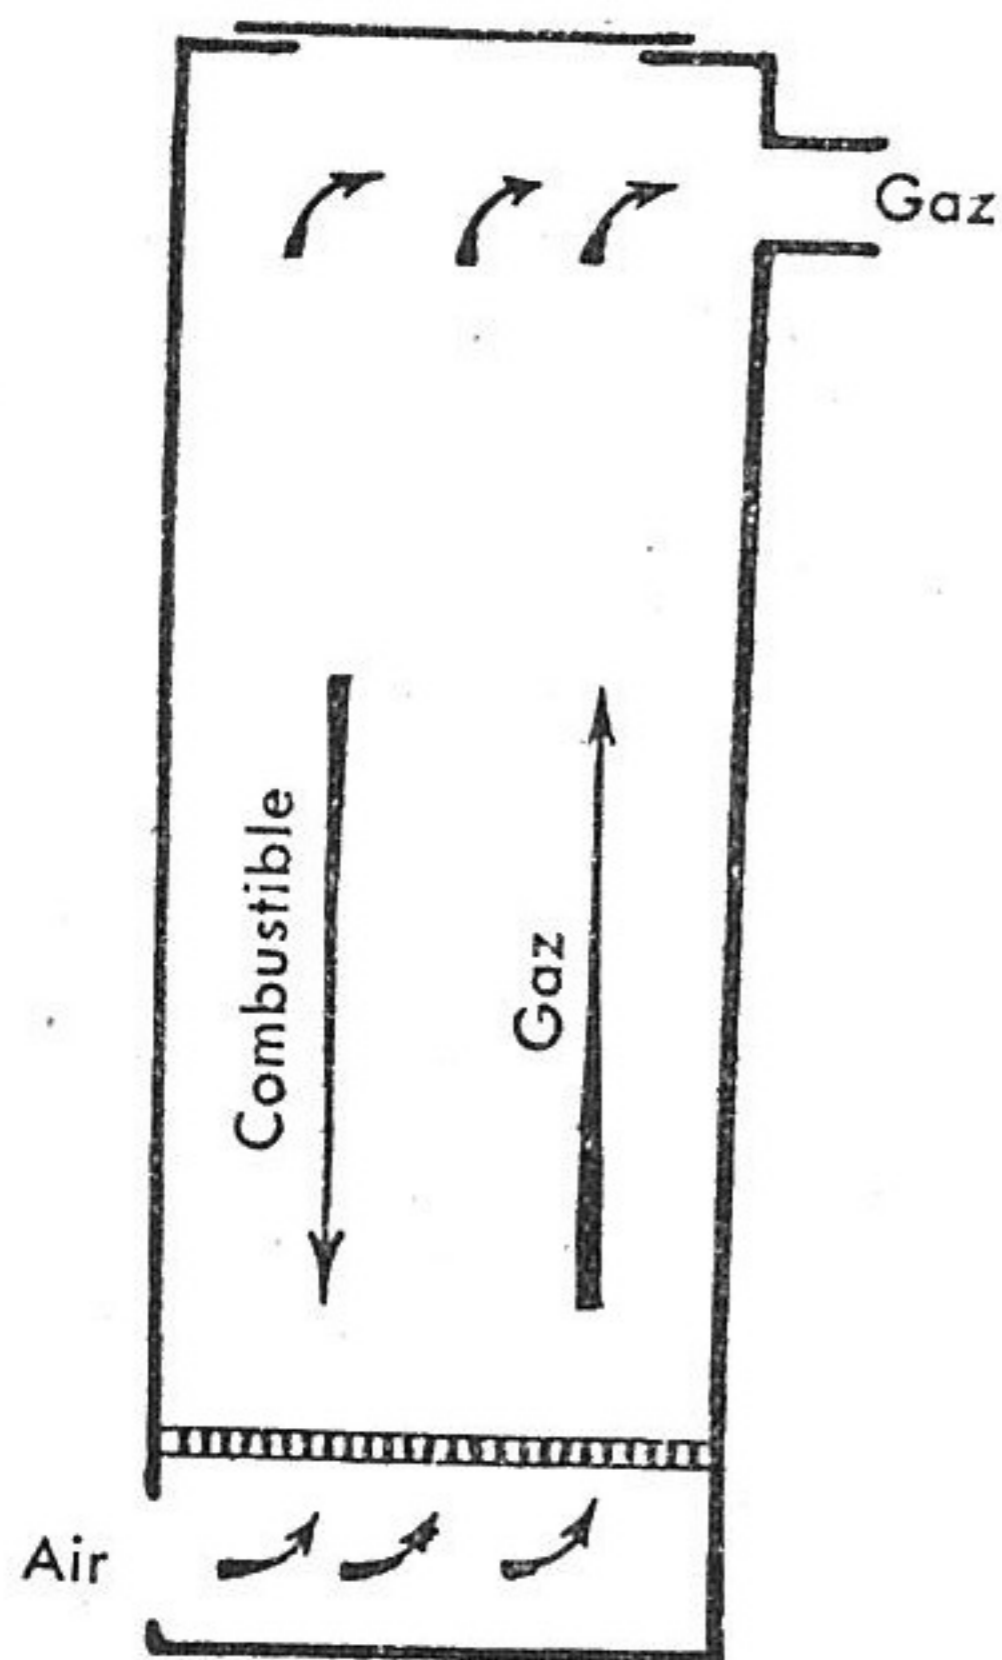

FIG. 7. — Tirage direct.
42. TIRAGE DIRECT. — Dans un foyer domestique, dans un foyer de locomotive, le charbon est placé sur une grille et, au fur et à mesure de sa combustion, descend. Les cendres et déchets traversent la grille et tombent dans le cendrier, tandis que l'air pénètre au cendrier, traverse la grille et le foyer de bas en haut : gaz et combustible cheminent donc en sens inverse, on dit que le tirage est direct (fig. 7).